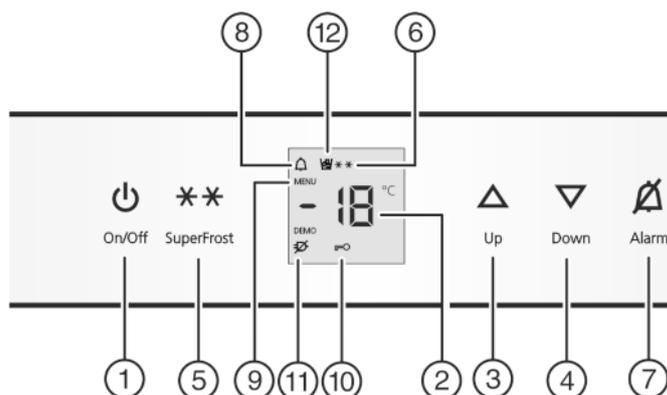

Fig. 2
- ▶ Appuyer sur la touche On/Off *Fig. 2 (1)*.
- ▶ Activer le mode de réglage : appuyer env. 5 sec. sur la touche SuperFrost *Fig. 2 (5)*.
- ▷ Le symbole Menu *Fig. 2 (9)* est allumé.
- ▶ Confirmer : appuyer brièvement sur la touche SuperFrost *Fig. 2 (5)*.
- ▶ Appuyer brièvement sur la touche SuperFrost *Fig. 2 (5)* pour activer la sécurité enfants.
- ▷ Le symbole Sécurité enfants *Fig. 2 (10)* est allumé. L'affichage **c** clignote.
- ▶ appuyer brièvement sur la touche SuperFrost *Fig. 2 (5)* pour désactiver la sécurité enfants.
- ▷ Le symbole Sécurité enfants *Fig. 2 (10)* s'éteint. L'affichage **c** clignote.
- ▶ Désactiver le mode de réglage : appuyer sur la touche On/Off *Fig. 2 (1)*.
L'affichage de la température clignote en même temps que le symbole Alarme *Fig. 2 (8)*.
L'avertisseur sonore s'éteint automatiquement et le symbole Alarme *Fig. 2 (8)* et l'affichage de température arrêtent de clignoter lorsque la température est de nouveau suffisamment froide.
► Augmenter la température : appuyer sur la touche de réglage Up Fig. 2 (3).
► Diminuer la température : appuyer sur la touche de réglage Down Fig. 2 (4).